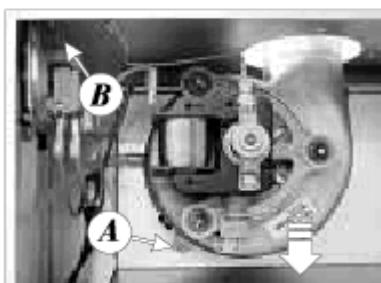

Рис. 19 – Монтаж вентилятора
- выверните винты В (рис. 19), доступные сверху, выберите маностат и замените его новым;
- ослабьте винт (A), см рис.19;